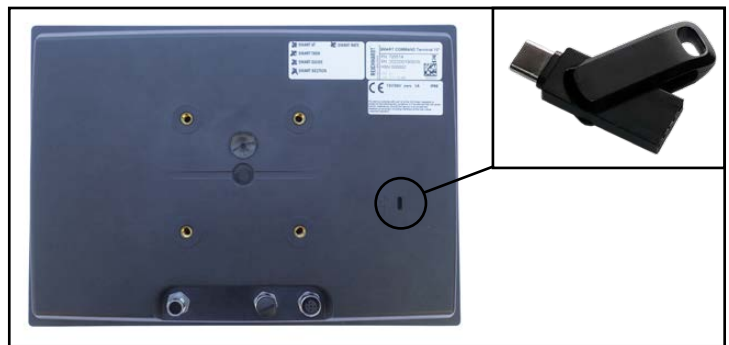

Abb. 164: Rückseite des Terminal mit USB-Schnittstelle
Lizenzen können über den USB-C-Anschluss auf der Rückseite des SMART COMMAND-Terminal auf dem Terminal abgelegt und aktiviert werden (siehe Abb. 164).
- Die HSN befindet sich auf dem Etikett auf der Rückseite des SMART COMMAND-Terminals (siehe Abb. 164).